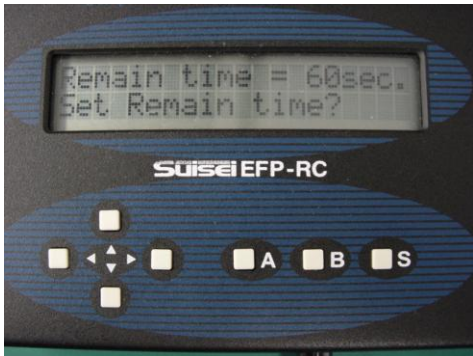

図 5.7 コマンド実行終了時タイマー
- ⑨ $\boxed{\uparrow} + \boxed{S}$: コマンド実行終了時タイマー ($\boxed{\uparrow} \boxed{\downarrow}$ で変更, $\boxed{B}$ で中断) (図 5.7)